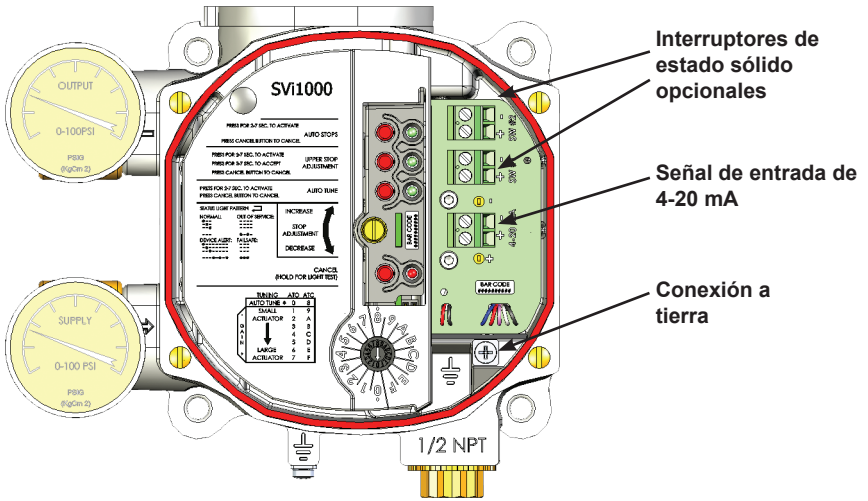
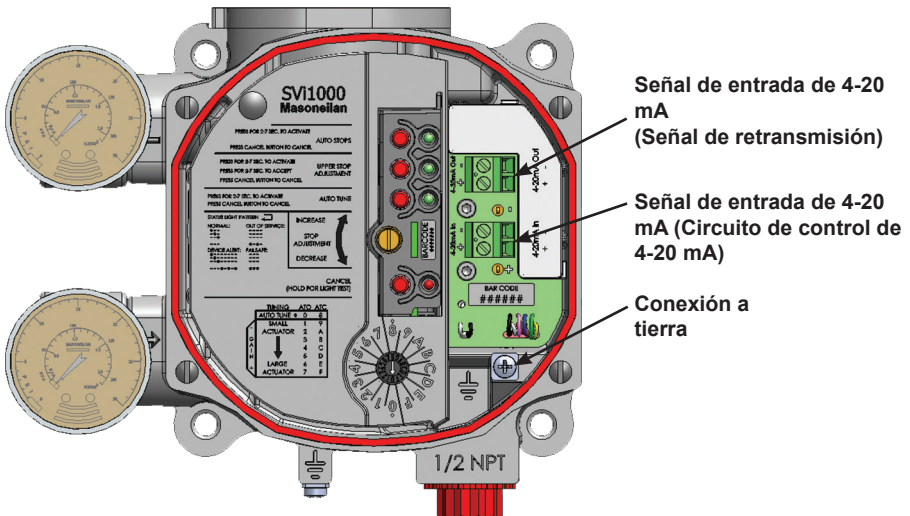

Figura 19 - Conexiones al módulo electrónico con interruptores (a través del panel de interfaz)
Figura 20 - Conexiones al módulo electrónico con retransmisión de posición (a través del panel de interfaz)
- b. Insertando el extremo descubierto de los cables por completo en la terminal adecuada. Afloje el tornillo de la terminal si es necesario para insertar el cable. Consulte la etiqueta a lado de cada terminal de tornillos para determinar la función de la terminal y la polaridad correcta (ver Figura 19 para las conexiones de 4-20 mA y la Figura 20 en la página 34 para la retransmisión de posición).